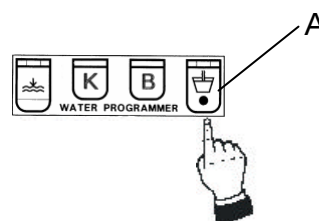

Figure 1
7. Azionare il gruppo mediante i pulsanti o comandi a leva (se l'azionamento è meccanico) (Vedere fig.1, 2, 3 e 4 a pag. 22).
MACCHINE CON DOSAGGIO AUTOMATICO DI ACQUA CALDA (Fig. 1)